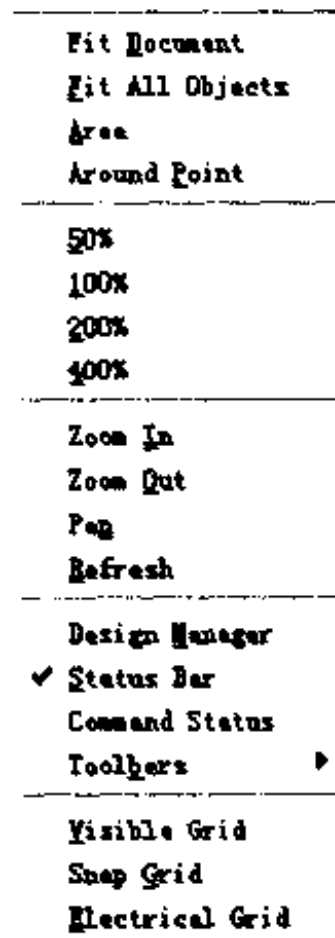

图 2-12 视图下拉菜单
(1) 区域放大: 执行菜单命令 View/Zoom In 可放大绘图区, 菜单如图 2-12 所示。
(2) 区域缩小: 执行菜单命令 View/Zoom Out 可缩小绘图区, 菜单如图 2-12 所示。
(3) 比例显示: 执行菜单命令 View 中的 50%、100%、200%、400% 可按比例显示绘图区域, 菜单如图 2-12 所示。
(4) 浏览整图: 执行菜单命令 View/Fit Document, 可显示整张电路图, 菜单如图 2-12 所示。
(5) 浏览全部图形: 执行菜单命令 View/Fit All Objects, 可显示全部所画的电路, 菜单如图 2-12 所示。
(6) 局部放大: 执行菜单命令 View/Area, 可显示所选中的局部区域, 执行命令后, 将光标移到所要显示区域的左上角, 然后单击鼠标左键, 再将光标移到所要显示区域的右下角, 单击鼠标左键, 即可放大所选择的区域。
(7) 以中心放大: 执行菜单命令 View/Around Point, 可以以光标所在点为中心, 放大绘图区。命令执行后, 将光标移到要放大区域的中心, 然后单击鼠标左键, 再将光标移到所要显示的区域, 单击鼠标左键, 即可放大所选择的区域。
(8) 移动显示位置: 执行菜单命令 View/Pan, 在设计图样时, 常常要查看各个部分的电路, 所以要移动显示位置, 在执行命令前先将光标移动到目标点, 然后执行命令, 目标点的位置就会移动到工作区的中心位置显示, 即以该目标点为屏幕中心, 显示整个屏幕。
(9) 刷新画面: 执行菜单命令 View/Refresh, 可对画面进行刷新。